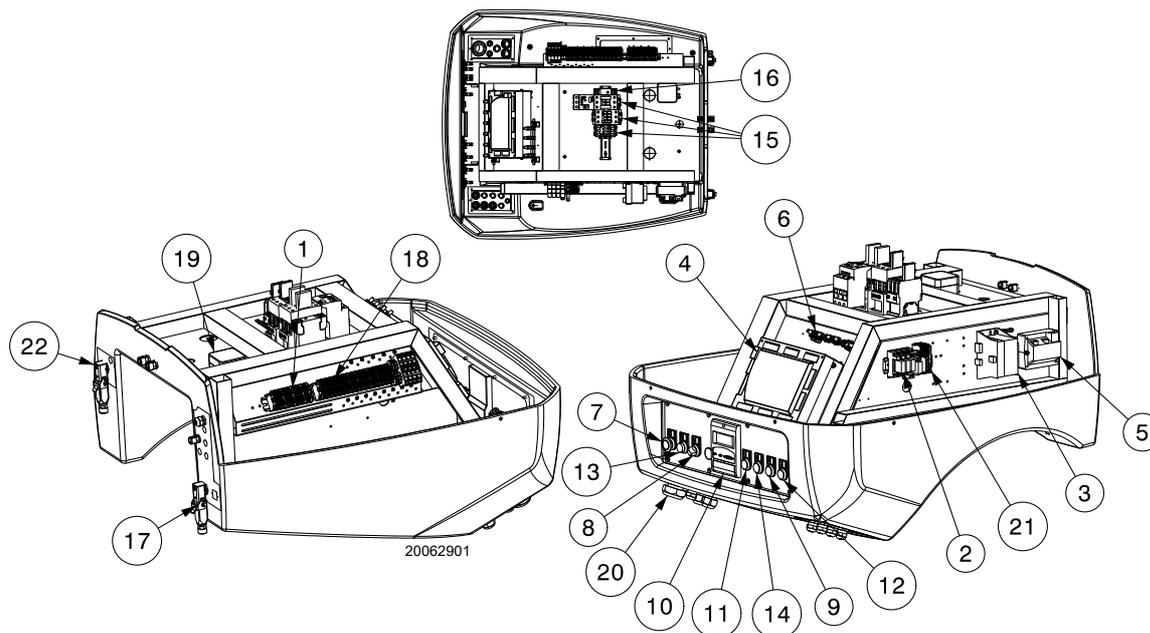

Fig. 5
- **Blocage de la boîte de contrôle:** l'allumage du bouton 13)(Fig. 5) (**LED rouge**) signale que le brûleur est bloqué. pour le débloquer, appuyer sur le bouton 13)(Fig. 5).